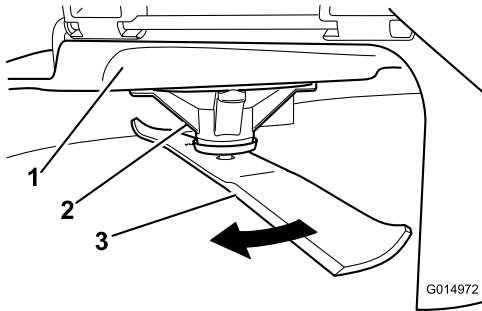

Figura 58
2. Purtați mâinile cu protecție corespunzătoare sau alte protecții adecvate pentru mâini și roții încet lama într-o poziție care vă permite să măsurați distanța dintre marginea de tăiere și suprafața uniformă pe care se află maina (Figura 58).